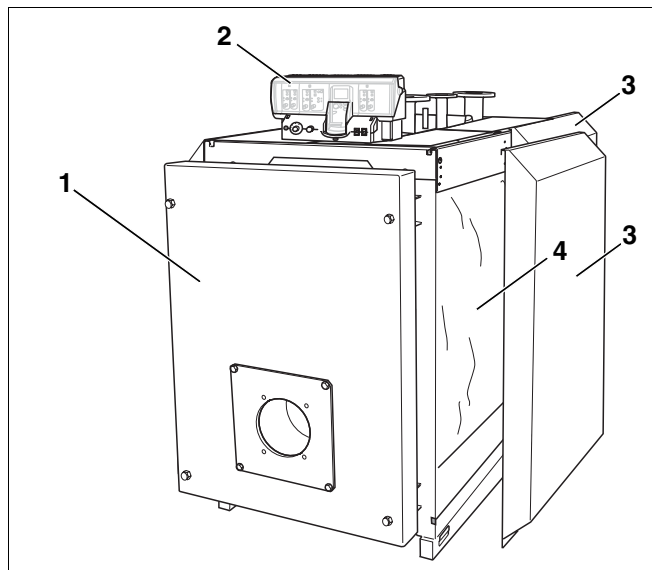

Fig. 1 Caldaia speciale a gasolio/gas Logano S635/S735
- Blocco caldaia (fig. 1, **pos. 1**).
- Mantello caldaia (rivestimento, Fig. 1, **Pos. 3**),
isolamento termico (fig. 1, **pos. 4**).
- Apparecchio di regolazione (fig. 1, **pos. 2**)